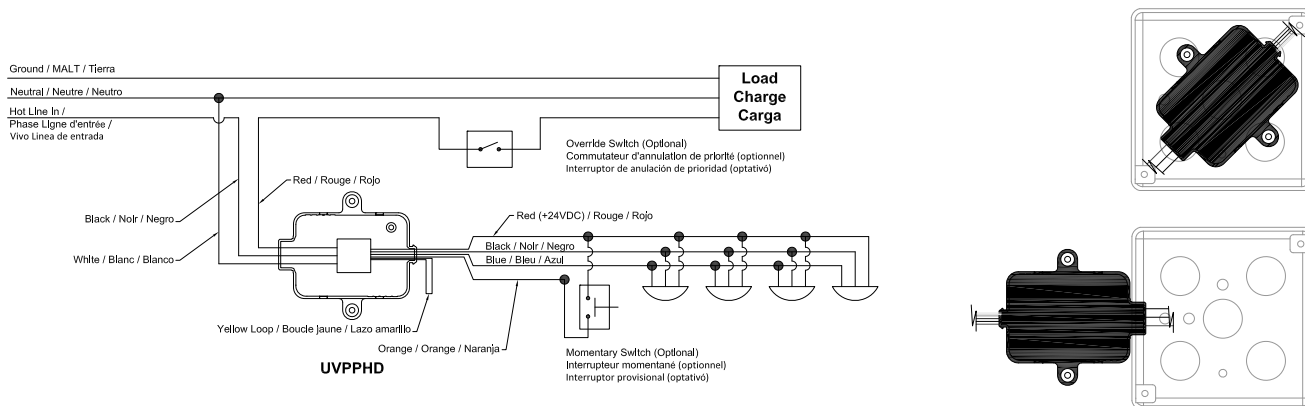

Fig. 1
3. Raccorder l'unité au circuit conformément au schéma de câblage de la Fig. 1.